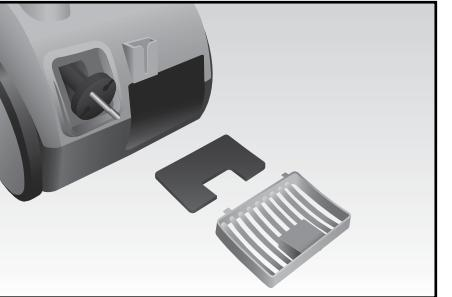

Fig. 9
- Agire sulla levetta e rimuovere lo sportellino situato nella parte posteriore dell'apparecchio (Fig. 9).